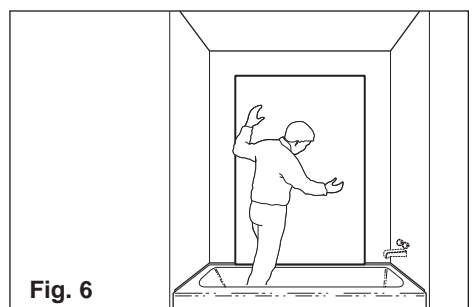

Fig. 6
- Apply adhesive to back (matte side) panel C and position panel on the back wall with the bottom of the panel resting securely on the rear rim of the tub. See **ADHESIVE INSTRUCTIONS** for installation procedure. **Fig. 6**
- Appliquer un cordon d'adhésif au dos (côté mat) du panneau de fond C et installer le panneau en suivant les marques de références et en s'assurant que son rebord inférieur repose uniformément sur le rebord de la baignoire. Suivre la procédure de **L'APPLICATION DE L'ADHÉSIF**. **Fig. 6.**
- Aplique un cordón de adhesivo al reverso del panel (lado mate) del fondo (C) e instale el panel basándose en las marcas de referencia y asegurándose de que su reborde inferior se asiente uniformemente sobre el reborde de la bañera. Siga el procedimiento de la **APLICACIÓN DEL ADHESIVO** (**Fig. 6**).
6. Apply adhesive (on matte side) to end panels A **Fig. 6** and position panels on end walls with the bottom of the panels resting securely on the rear rim of the tub and within 3 mm of the front edge of the bathtub. See **ADHESIVE INSTRUCTIONS** for installation procedure.
6. Appliquer un cordon d'adhésif au dos (du côté mat) des panneaux de bout A. **Fig. 6.** Installer les panneaux A en alignant le rebord avant des panneaux à 3 mm (1/8 po) du rebord de la baignoire et en s'assurant que le rebord inférieur repose uniformément sur le rebord de la baignoire. Suivre la procédure de **L'APPLICATION DE L'ADHÉSIF.**
6. Aplique un cordón de adhesivo al reverso (del lado mate) de los paneles del extremo (A) (**Fig. 6**). Instale los paneles A alineando el reborde delantero de los paneles a 3 mm (1/8") del reborde de la bañera y asegurándose de que el reborde inferior se asiente uniformemente sobre el reborde de la bañera. Siga el procedimiento de la **APLICACIÓN DEL ADHESIVO.**